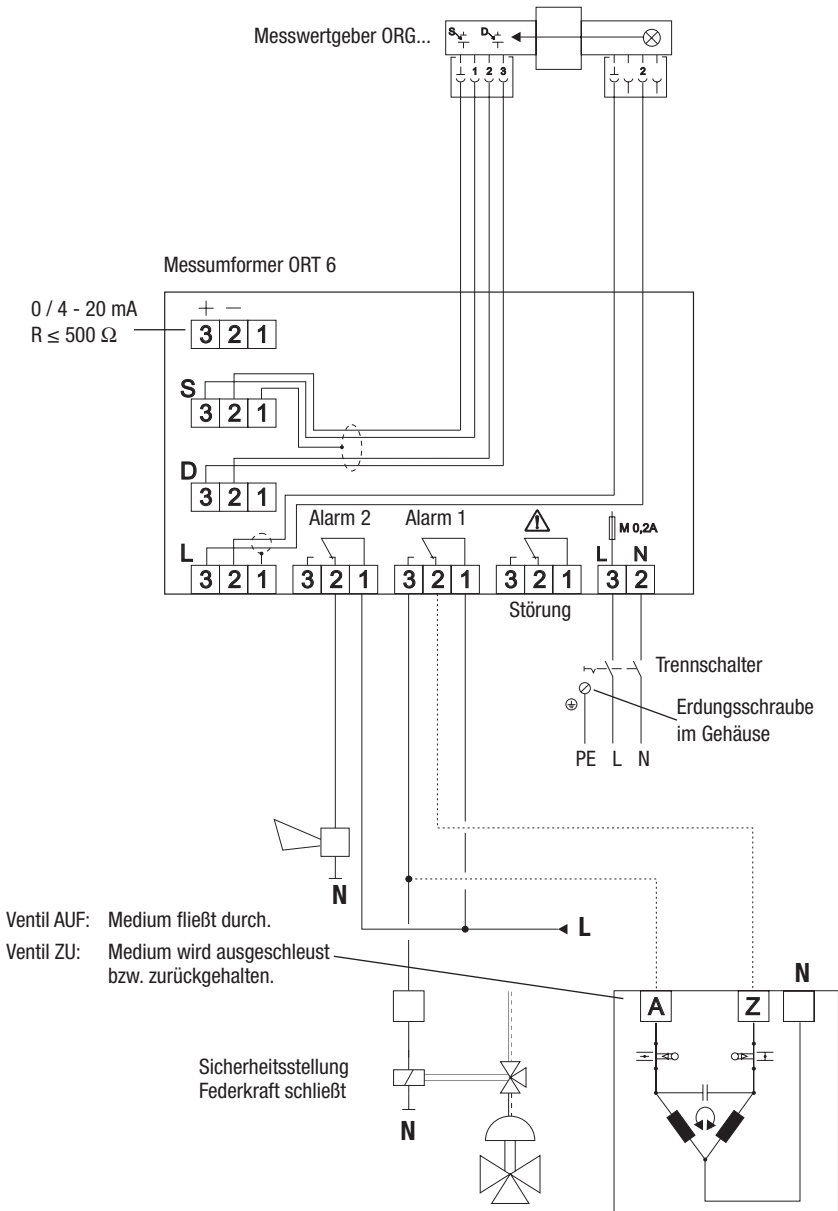
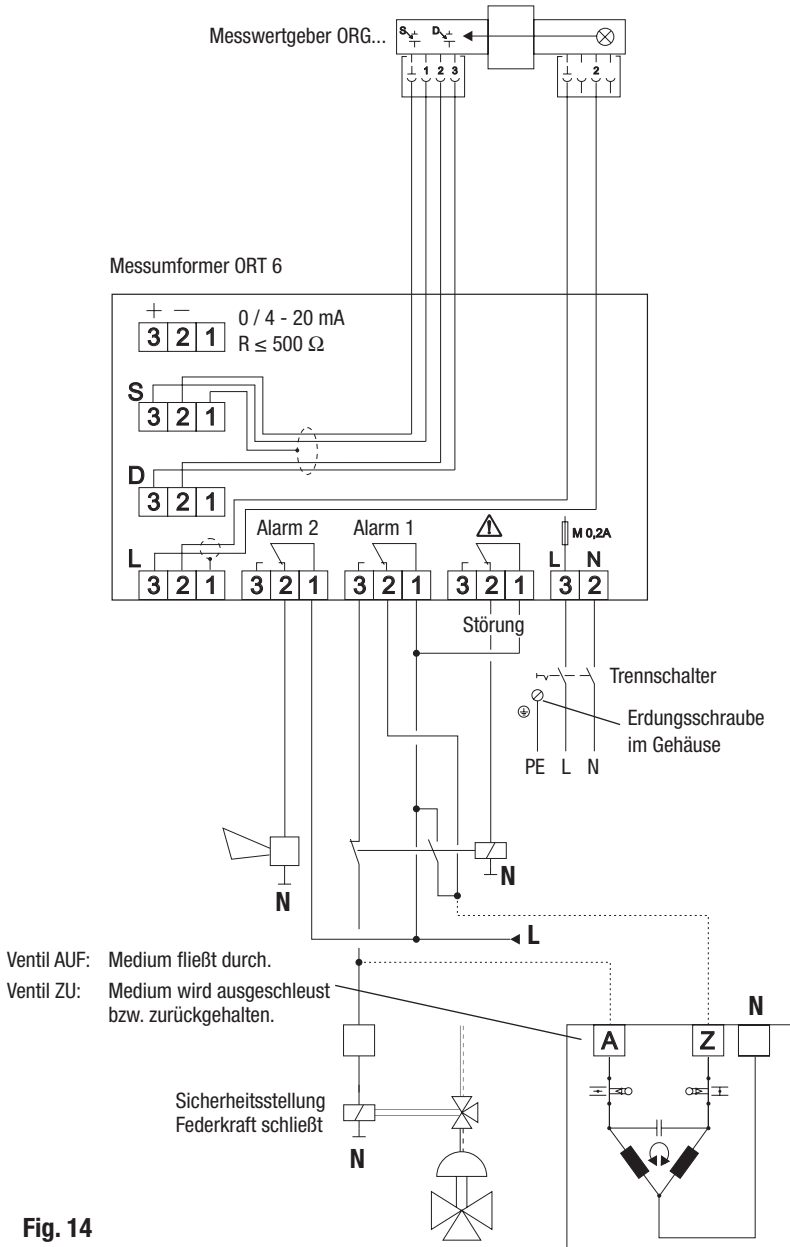

Fig. 13
Fig. 14
6. Kabel durch Kabelverschraubung 34 und Steckeroberteil 29 ziehen und die Klemmen der Anschlussplatte 30 gemäß Anschlussplan **Fig. 13 und 14** belegen.
Entsprechend dem Anschlussplan **Fig. 13** kann die Störung aber in die Ansteuerung des Drei-Wege Umschaltventils mit einbezogen werden.
Ebenfalls direkt anschließbar sind Ventile mit Ein-Phasen-Wechselstrommotor, Leistung max. 50 VA (siehe Anschlussplan **Fig.13** oder **Fig. 14**). Bei Drehstromantrieben ist ein Wendeschütz zwischenzuschalten.
Öffnen Sie den Gehäusedeckel des Messumformers und schalten Sie den Kodierschalter 7 auf der Deckelplatine in die Position ON. **Fig. 14**